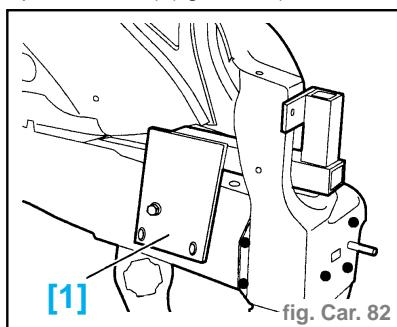

fig. Car. 82
- Souder par points électriques (avec l'équipement : **AB1**) (fig. Car. 82).